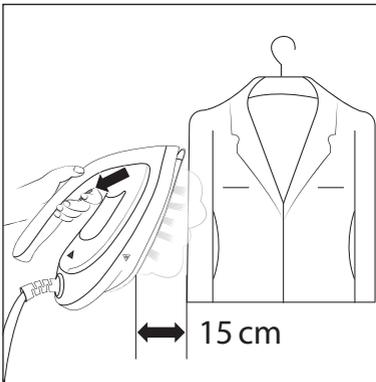

Fig. 6
- 3) Pulse el botón de chorro de vapor **2** (consulte la fig. 6) y aplique vapor de manera uniforme sobre las superficies de las prendas que desee planchar.